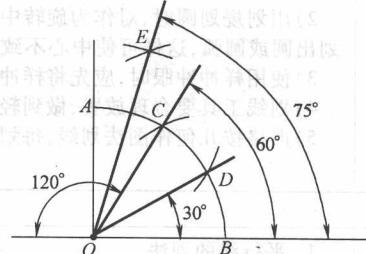

图 1-21 划 $30^{\circ}, 60^{\circ}, 75^{\circ}, 120^{\circ}$ 线
(2)划 $30^{\circ}, 60^{\circ}, 75^{\circ}, 120^{\circ}$ 线(图 1-21) 先划直角,以直角的顶点 O 为圆心,适当的 R 为半径划圆弧,交两边于 A, B ;分别以 A, B 为圆心, R 为半径划弧,与之前所作弧相交于 C, D 点,连接 OD, OC ,可分别得 $30^{\circ}, 60^{\circ}$ 角;二等分 30° 角连接 OE ,可得到 75° 角;延长 BO ,则可得到 120° 角。